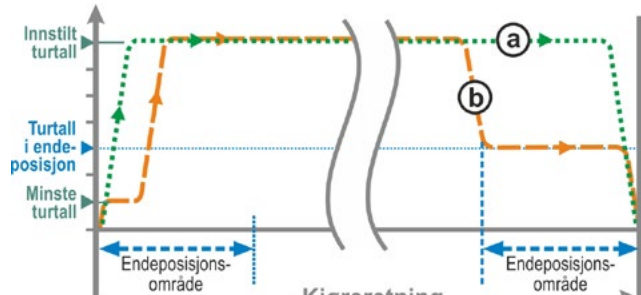

Fig. 3: Turtall i endeosisjon, „Hurtigstart/-stopp”
- Ved **vandringsavhengig** utkobling blir turtallet redusert kort før endeosisjonen, slik at aktuatoren kommer til stillstand, se fig. 3. kurve a.